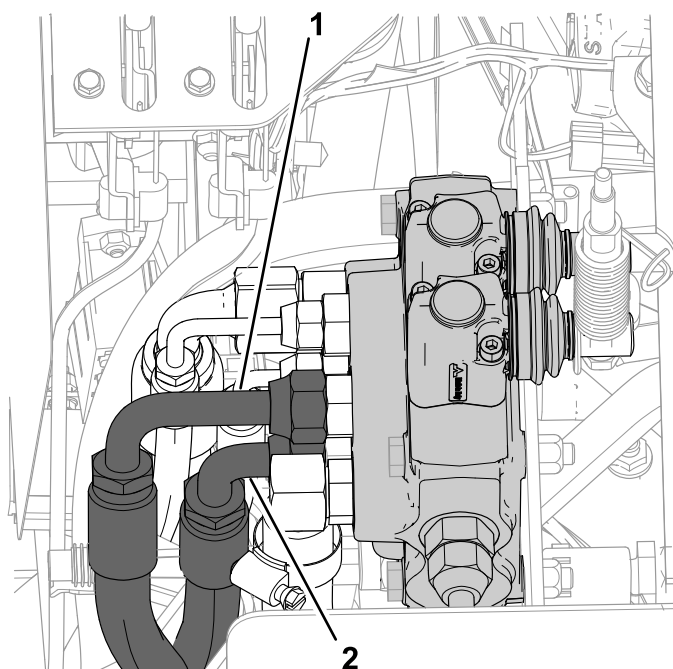

Figura 8
8. Scollegate i flessibili idraulici illustrati nella **Figura 8** dalla valvola della leva dei comandi idraulici.